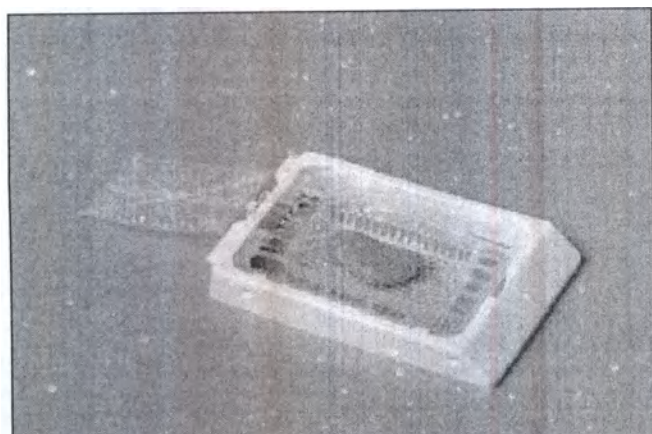

Рисунок 6Y
1. Разместите ткани по крайней мере 1-2 мм от края кассеты. (рис. 6Y).